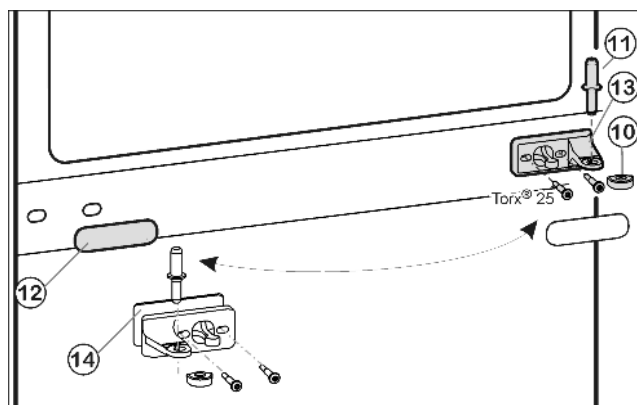
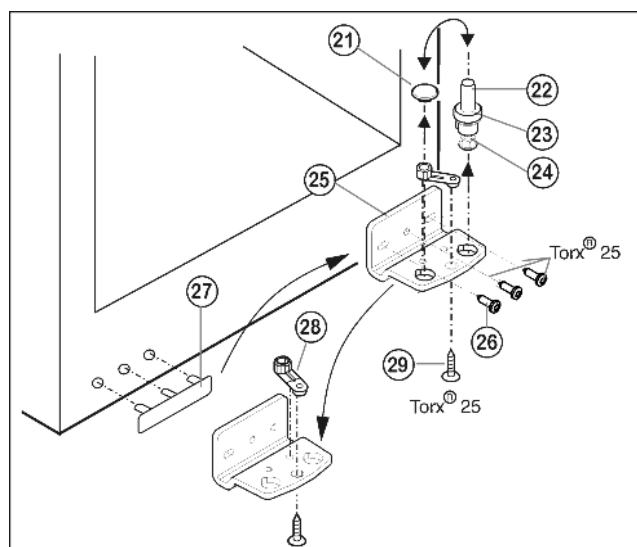

Fig. 5
Fig. 6
- ▶ Wyjąć środkowy sworzeń zawiasu Fig. 5 (11) z płytki zawiasu i dolnych drzwi.
- ▶ Wyjąć zaślepkę z tworzywa sztucznego Fig. 5 (10).
- ▶ Odkręcić środkową płytkę zawiasu Fig. 5 (13)(2 razy Torx® 25).
- ▶ Ostrożnie zdjąć osłonę Fig. 5 (12).
- ▶ Środkową płytkę zawiasu Fig. 5 (13) z podkładką Fig. 5 (14) obrócić o 180° przykręcić mocno na nowej stronie zawiasu (z siłą 4 Nm).
- ▶ Założyć zaślepkę Fig. 5 (12) obrócić o 180° po nowej stronie uchwyty.
- ▶ Trzpień zawiasu Fig. 6 (22) kompletny, z podkładką Fig. 6 (23) i nóżką Fig. 6 (24), wyciągnąć do góry.
- ▶ Unieść zatyczki Fig. 6 (21).
- ▶ Odkręcić Fig. 6 (25) płytkę zawiasu Fig. 6 (26).
- ▶ Odkręcić element zawiasu Fig. 6 (28), przełożyć do przeciwległego otworu zawiasu i tam dokręcić.
- ▶ Zdjąć i przełożyć osłonkę po stronie uchwyty Fig. 6 (27) na przeciwległą stronę.
- ▶ Przykręcić mocnopłytkę zawiasu Fig. 6 (25) na nowej stronie (z siłą 4 Nm), w razie potrzeby za pomocą wkrętarki akumulatorowej.
- ▶ Zatyczki Fig. 6 (21) ponownie włożyć do innego otworu.
- ▶ Trzpień zawiasu Fig. 6 (22) kompletny, z podkładką i nóżką włożyć ponownie. Przy tym zwrócić uwagę, by krzywka zatrzaskowa wskazywała do tyłu.
- ▶ Założyć dolne drzwi od góry na dolny sworzeń zawiasu Fig. 6 (22).
- ▶ Ponownie założyć zaślepkę z tworzywa sztucznego Fig. 5 (10) na środkową płytkę zawiasu Fig. 5 (13).
- ▶ Po nowej stronie zawiasu przełożyć środkowy sworzeń zawiasu Fig. 5 (11) przez środkową płytkę zawiasu Fig. 5 (13), wkładając go w dolne drzwi.
- ▶ Założyć górne drzwi na środkowy sworzeń zawiasu Fig. 5 (11).
- ▶ Korzystając ew. z obu podłużnych otworów w dolnej płytce zawiasu Fig. 6 (25) i środkowej płytce zawiasu Fig. 5 (13) ustawić drzwi w jednej linii z obudową urządzenia. W tym celu wykręcić środkową śrubę z płytki zawiasu u dołu Fig. 6 (25).